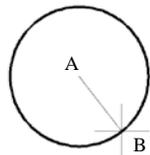

图 2.3.2 圆心、半径法绘制圆
Step2. 指定圆心。选取圆心位置点 A，如图 2.3.2 所示。